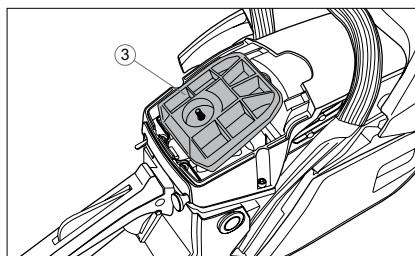

Fig. 25
2. Retirar y limpiar el filtro de aire 3 (fig. 25) golpeándolo ligeramente sobre una superficie dura.